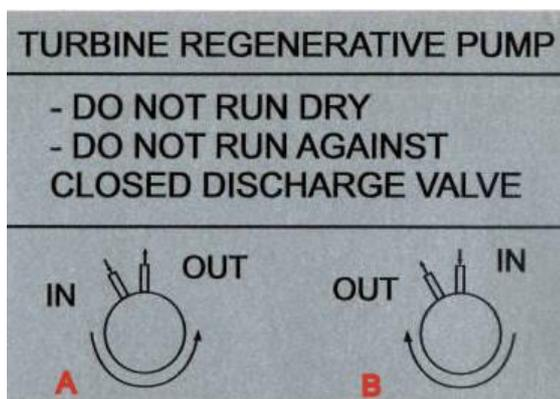

FIGURA 1
**ATTENZIONE:** la pompa non è reversibile. In caso si vogliano invertire l'aspirazione e la mandata seguire attentamente quanto indicato nella figura 1. È comunque consigliabile l'installazione come da immagine A.